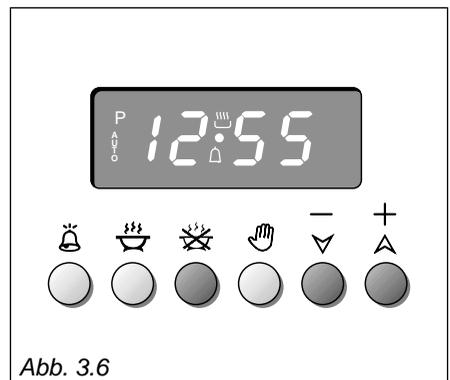

Abb. 3.6
2. Ende des Garvorgangs durch drücken der Taste  und der Taste  (\oplus) einstellen (Abb. 3.6) (die Garzeit wird der Uhrzeit hinzugefügt). Wenn die gewünschte Zeit überschritten wird, kann sie durch die Taste  (\ominus) zurück gestellt werden.